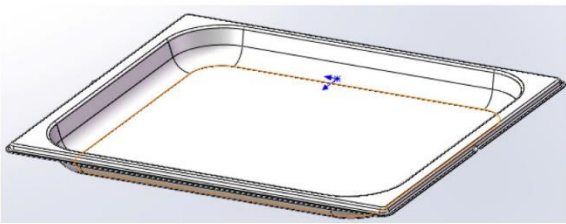

Abb. 2
• Tiefes Emaille-Blech (Abb. 2)